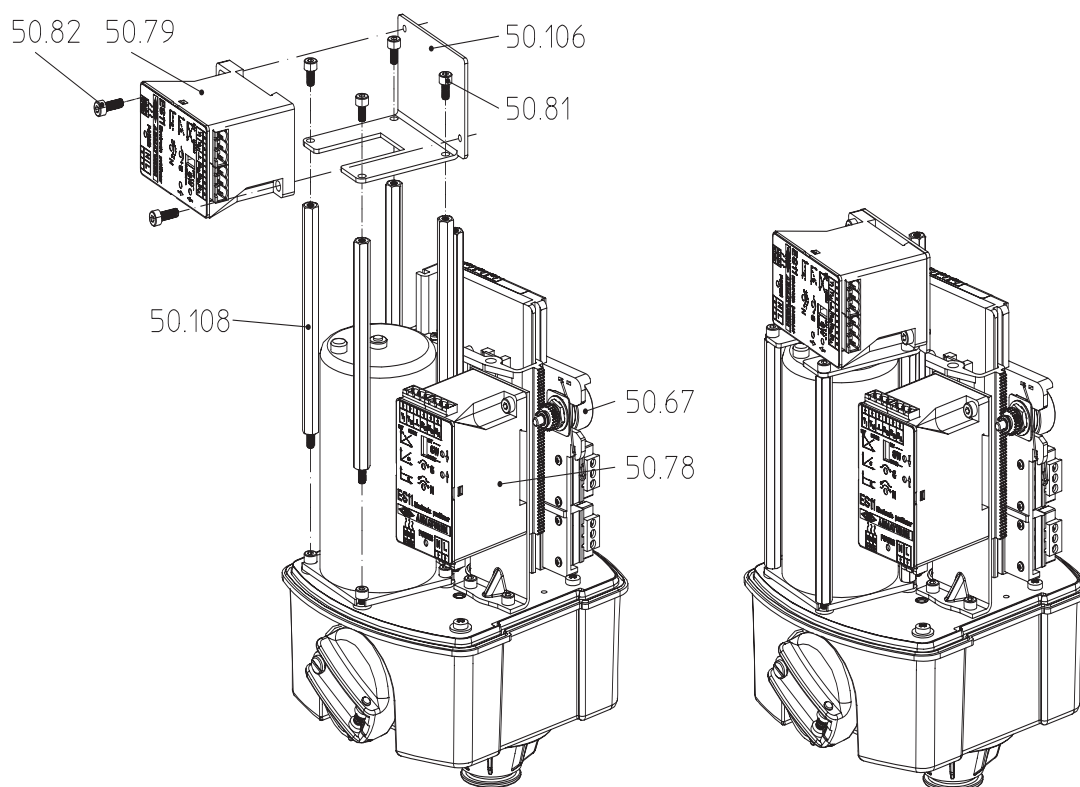

Fig 18: Montering av RI21 / ES11 samtidigt ARI-PREMIO 2,2 - 5 kN
- Montera RI21 och ES11 med hjälp av monteringssetsen enligt Fig 18 .